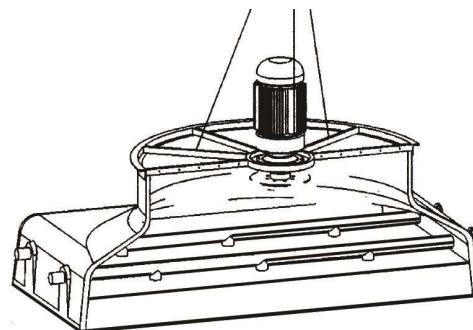

Fig. 7
- a) In the part including the electric motor, hook a sling to two of the spokes of the fan supporting ring (or to the eye bolts), fastening the motor to balance the assembly in the way shown on Figure 7.
- a) Dans la quatrième partie qui porte le moteur, accrocher une élingue à deux des rayons (ou bien aux points d'élevage) de l'anneau support du ventilateur, et attacher le moteur pour équilibrer l'ensemble comme il est indiqué sur la figure 7.